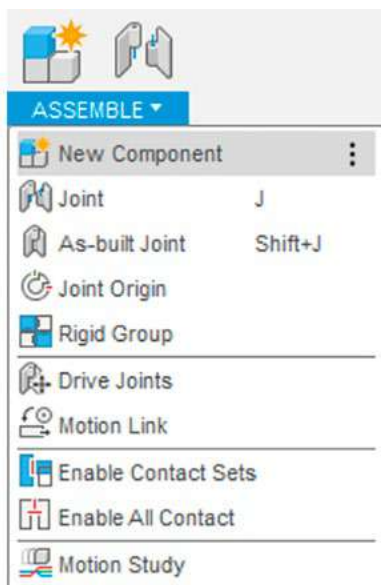

Рис. 3. Создание нового компонента
**Способ 2.** Для создания нового компонента откройте меню ASSAMBLE (собирать) и выберите операцию NEW COMPONENT (рис. 3). Далее в выплывающем меню укажите имя компонента, и он появится в списке BROWSER. Каждый новый созданный компонент «пустой», как на рисунке 4 компонент «Корпус». Для создания эскиза внутри этого компонента необходимо, чтобы он был выделен (точка слева от имени), иначе вы создадите эскиз в другом компоненте или в общей корневой папке эскизов.